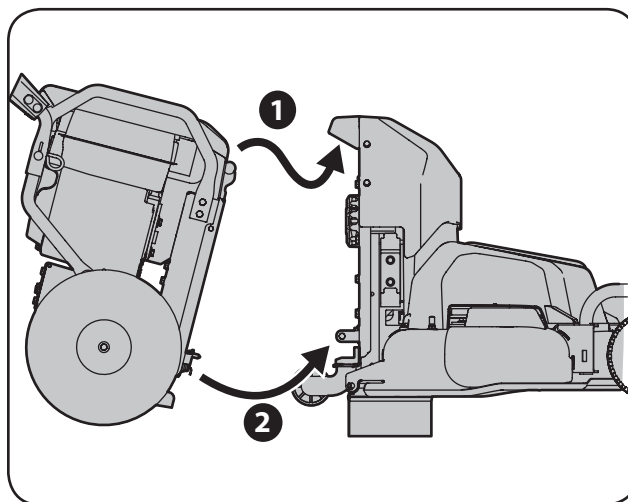

Figura 4-2
2. Con el soporte abajo, haga rodar la unidad de potencia hacia adelante, enganchando la parte superior del accesorio de corte con el montaje de la manija que se suministra en la unidad de potencia (1 de la Figura 4-2).
3. Inclíne la unidad base FLEX™ hacia atrás para enganchar los dos montajes de puntos de conexión inferiores (2).